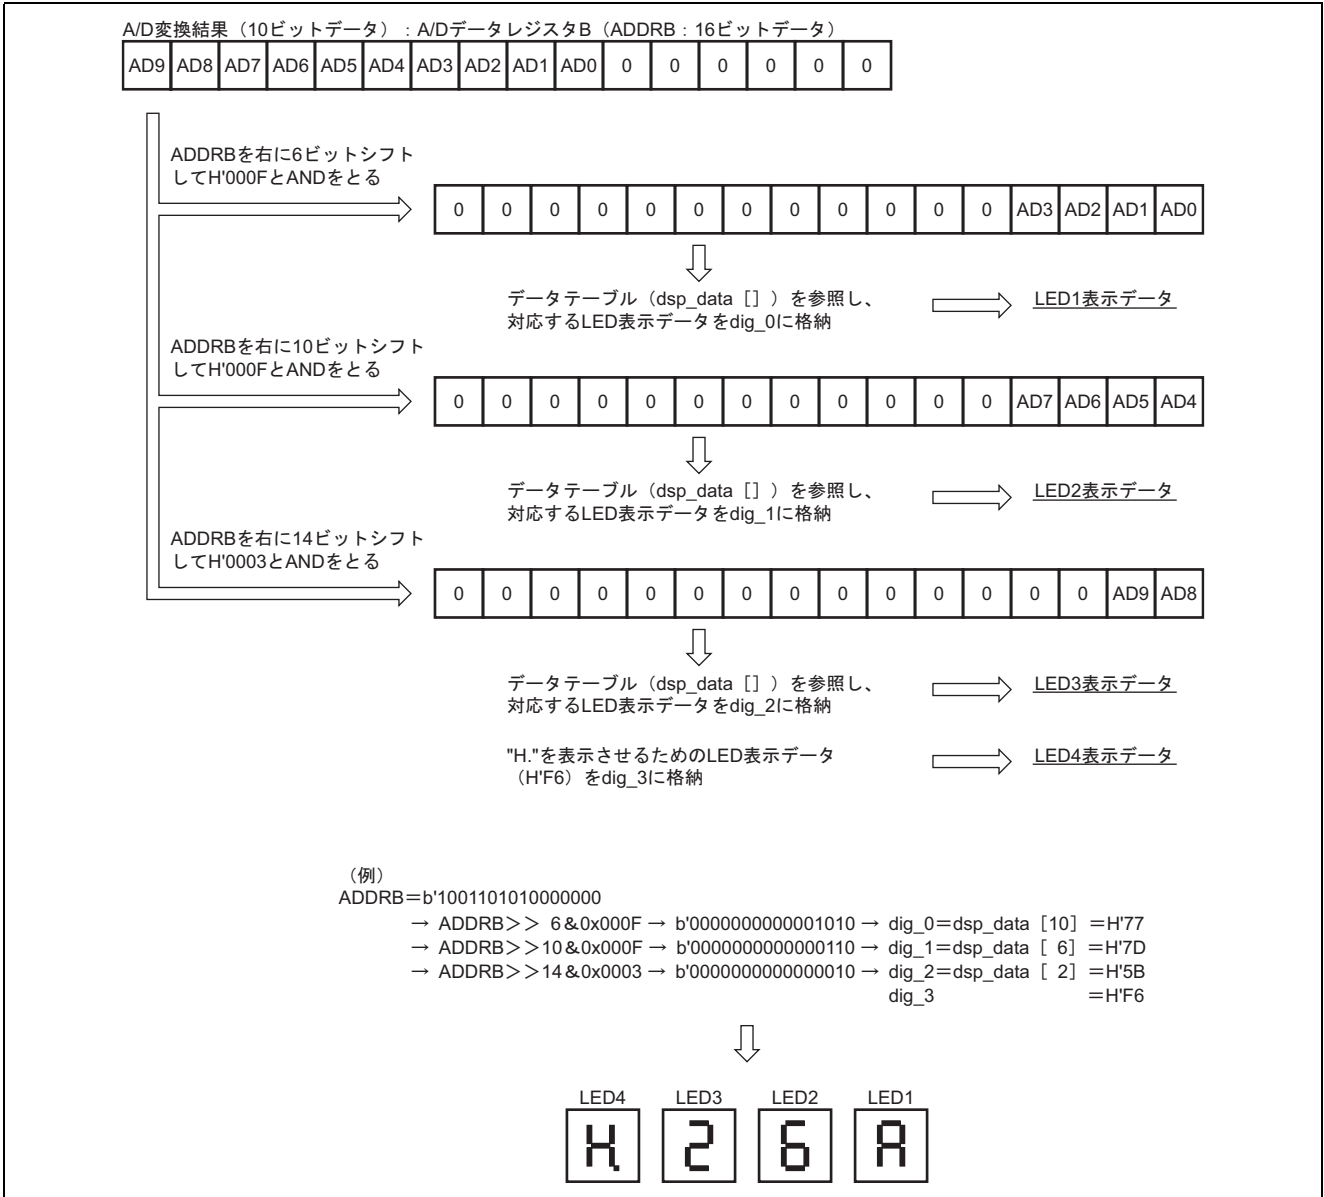

図 1.4 A/D 変換結果の LED 表示方法
9. 本タスク例では、A/D 変換結果を 7 セグメント LED に 16 進数で表示 (H'3FF~H'000) させます。図 1.4 に A/D 変換結果の LED 表示方法を示します。